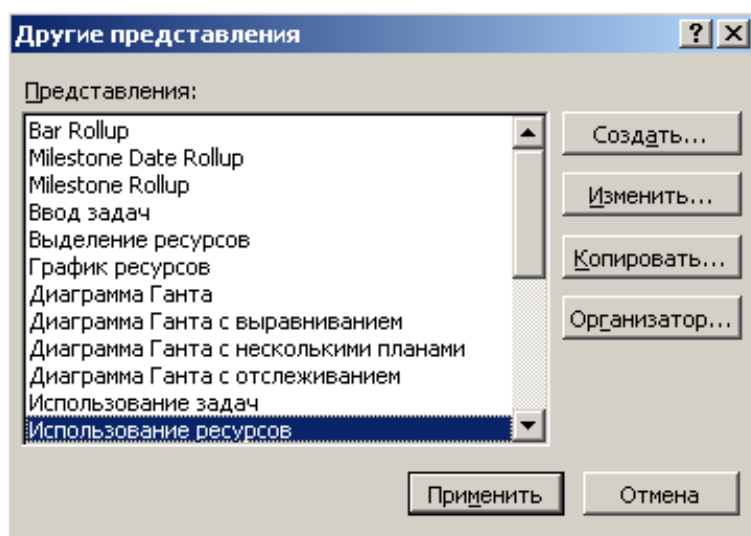

Рис. 42. Диалог Другие представления
- Чтобы просмотреть проект в режимах, кнопки которых отсутствуют, нажмите кнопку (Другие представления) на панели представлений. На экране появится диалог (Другие представления) (рис. 42), в котором вы можете выбрать любой доступный режим просмотра и нажать кнопку (Применить).